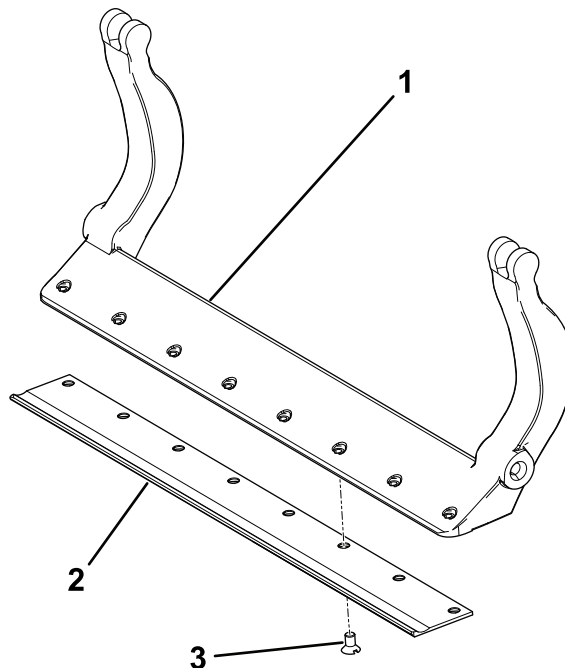

**Figure 40**
5. Serrez l'écrou de tension du ressort jusqu'à ce que les spires soient jointives, puis desserrez-le d'un demi-tour (**Figure 40**).